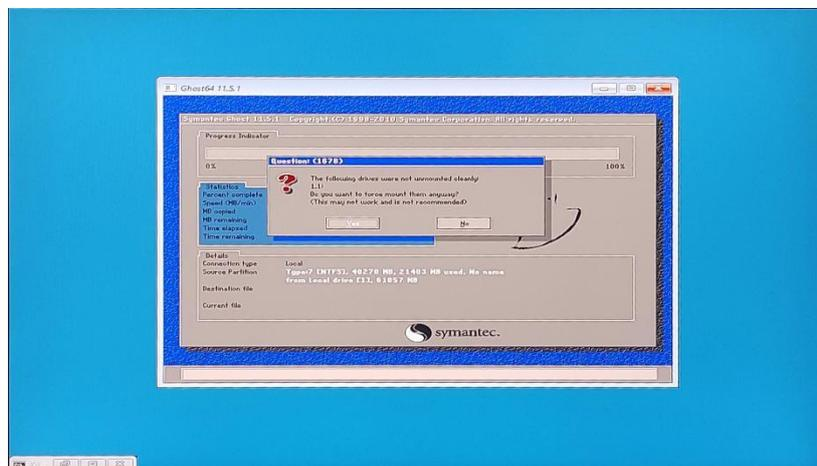

图 2 备份选择界面
(3) 进入到选择界面（如图 2 所示），选择 YES 确定。